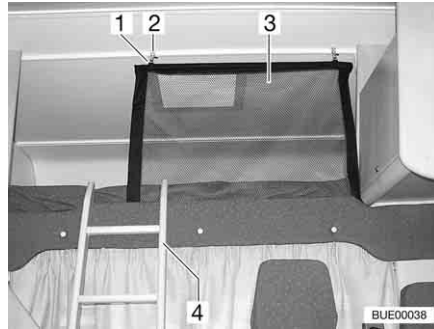
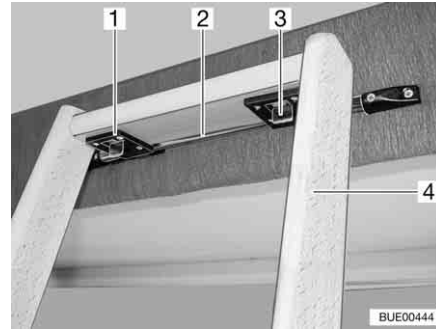

Bild 99 Alkovsäng
Bild 100 Stege, låsning
**Stege** För att komma upp i alkovsängen ska man alltid använda den medföljande stegen (Bild 99,4 och Bild 100,4).
- Fäst stegens två krokar (Bild 100,1) på stängens (Bild 100,2) på alkovsängens kant.
- Skjut de två spärrarna (Bild 100,3) framåt.
**Skyddsnät** Skyddsnätet (Bild 99,3) är standard. Det ligger mellan madrassen och ribbotten. Skyddsnätet ska först monteras när personerna som ska sova där befinner sig i alkoven.
- Haka fast hållaren (Bild 99,1) i öglorna i taket (Bild 99,2).